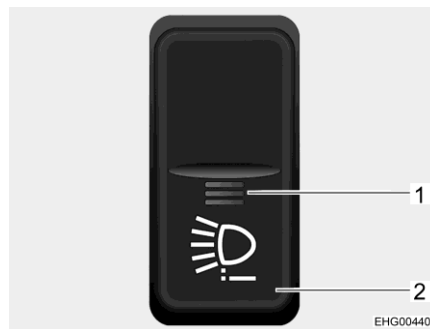

Fig. 13 Interruptor basculante
- Pulsar el interruptor basculante (Fig. 13,2). El indicador de funcionamiento (Fig. 13,1) está encendido de color rojo. En el display de instrumento combinado aparecerá brevemente el mensaje de texto "Alumbrado adicional activo".
Para desactivar la luz larga adicional LED o bien apagar el motor o volver a pulsar el interruptor basculante (Fig. 13,2). Se apagará el indicador de funcionamiento rojo (Fig. 13,1).